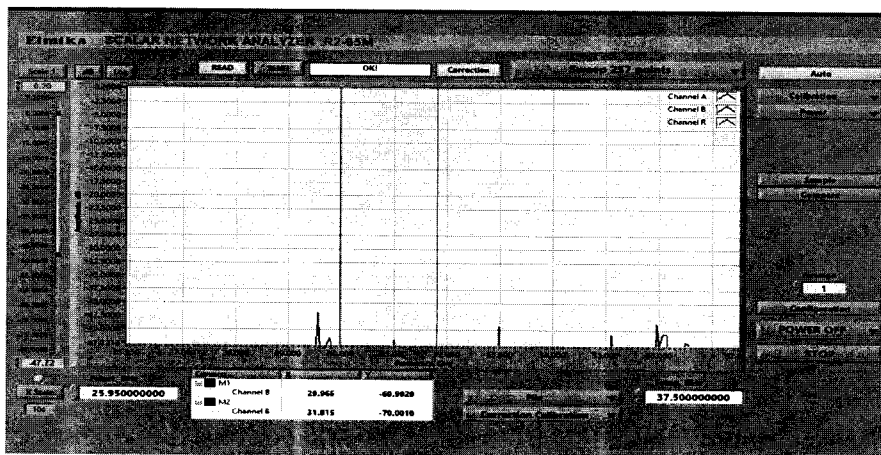

Рисунок 2
8.2.5 По завершению установки запустить ПО «**Scalar Synthesizer**». По окончании запуска ПО «**Scalar Synthesizer**» контролировать появление на экране монитора ПК виртуальную панель управления (рисунок 2).
– ПО «**Scalar Synthesizer**» установлено на ПК и по окончании его запуска на экране монитора ПК наблюдали виртуальную панель управления (рисунок 2);